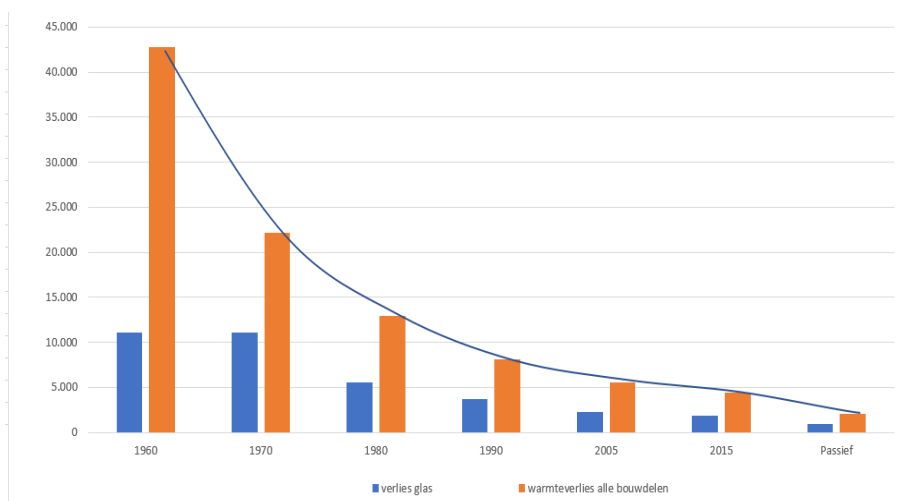

fig. 1. isolatieverliezen naar bouwjaar van woningen vanaf 1960 tot 2030
- A. de gemiddelde isolatiegraad van de gebouwschil : vloer, muren, dak, ramen en deuren (zie fig. 1.)